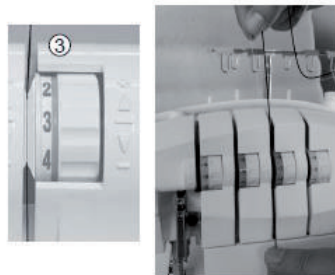

Рис. 21
4. Удерживая нить, вставьте ее между регуляторами натяжения и потяните нить вниз, чтобы убедиться, что она надлежащим образом расположена между регуляторами натяжения в положении «3» (Рис. 21).